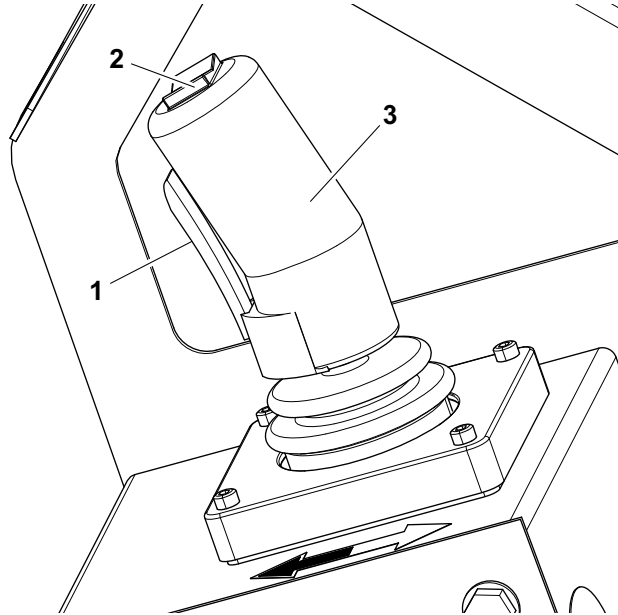

Fig. 3-7. Plattformsreglage
(Punkt 2 - Fig. 3-7.)
(Punkt 1 och 3 - Fig. 3-7.)
4. Håll aktiveringskontakten intryckt och för styrspaken bakåt (plattform upp – den vita pilens riktning) eller för styrspaken framåt (plattform ned – den svarta pilens riktning) och håll kvar tills önskad höjd har nåtts. Om aktiveringskontakten släpps eller om styrspaken flyttas tillbaka till mittenläget avbryts den pågående funktionen. (Punkt 1 och 3 - Fig. 3-7.)